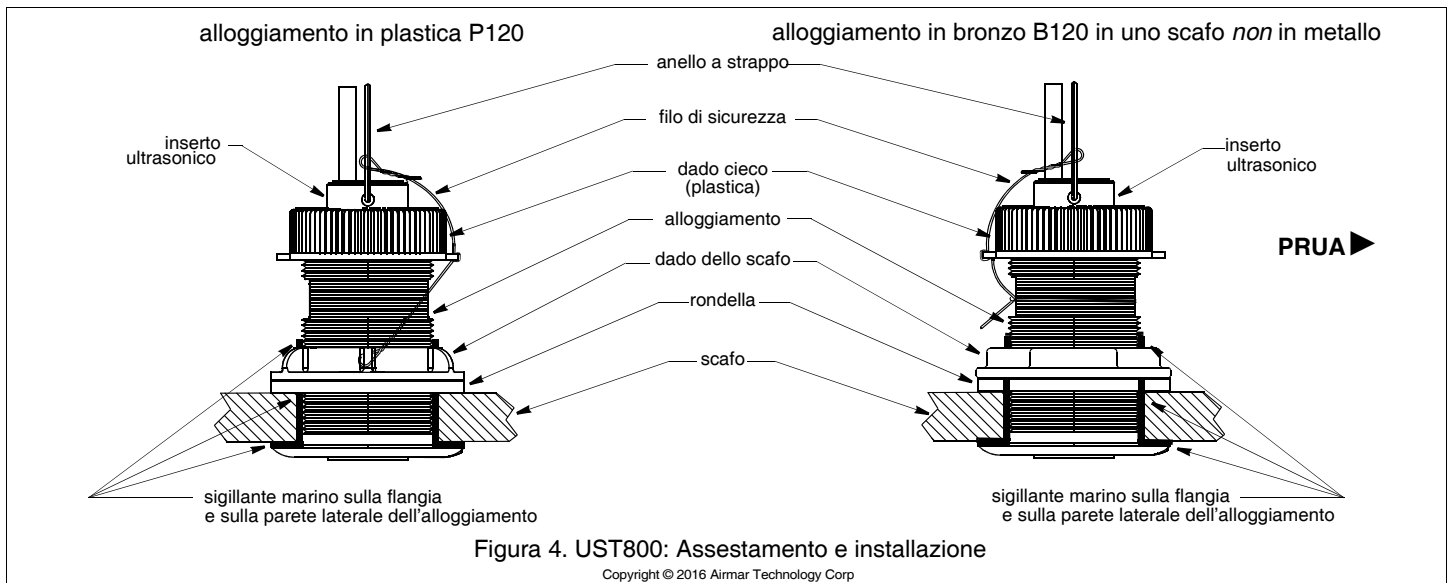

Figura 4. UST800: Assestamento e installazione
Applicate uno strato di sigillante marino dello spessore di 2 mm (1/16") intorno alla flangia dell'alloggiamento a contatto con lo scafo e sulle pareti laterali dell'alloggiamento (Figura 4 o 5). *Il sigillante deve coprire una superficie più spessa di 6 mm (1/4") rispetto alla somma degli spessori di scafo, rondella e dado dello scafo.* In questo modo il sigillante marino nelle filettature sigillerà lo scafo e manterrà il dado dello scafo fisso nella sua posizione.
1. Dall'esterno dello scafo, spingete l'alloggiamento nel foro di montaggio applicando un movimento rotatorio per spremere fuori il sigillante in eccesso (Figura 4 o 5). *Allineate la freccia sulla flangia dell'alloggiamento in modo che sia rivolta verso la prua.* Se il sensore non è installato sulla mezzeria, angolate leggermente l'alloggiamento verso la mezzeria per allinearli con il flusso dell'acqua.
#### UST800 (Figura 4)
1. Togliete l'inserto ultrasonico dall'alloggiamento rimuovendo il filo di sicurezza dall'anello a strappo e dal dado cieco. Svitare il dado cieco (Figura 4).
4. Ricollegate il filo di sicurezza per evitare che l'otturatore si ritragga nell'eventualità improbabile in cui il dado cieco si rompa o non venga avvitato correttamente (Figura 4).
- Rimuovete l'inserto ultrasonico dall'alloggiamento (Figura 4).
- Fate scivolare l'otturatore nell'alloggiamento. Collocatelo in posizione spingendo e ruotando fino a quando la chiavetta si incastra nella tacca dell'alloggiamento. **Stringete a mano** il dado cieco. Non stringete in modo eccessivo. Ricollegate il filo di sicurezza (Figura 4).
- Ricollegate il filo di sicurezza per evitare che l'inserto ultrasonico/otturatore si ritragga nell'eventualità improbabile in cui il dado cieco si rompa o non venga avvitato correttamente (Figura 4).